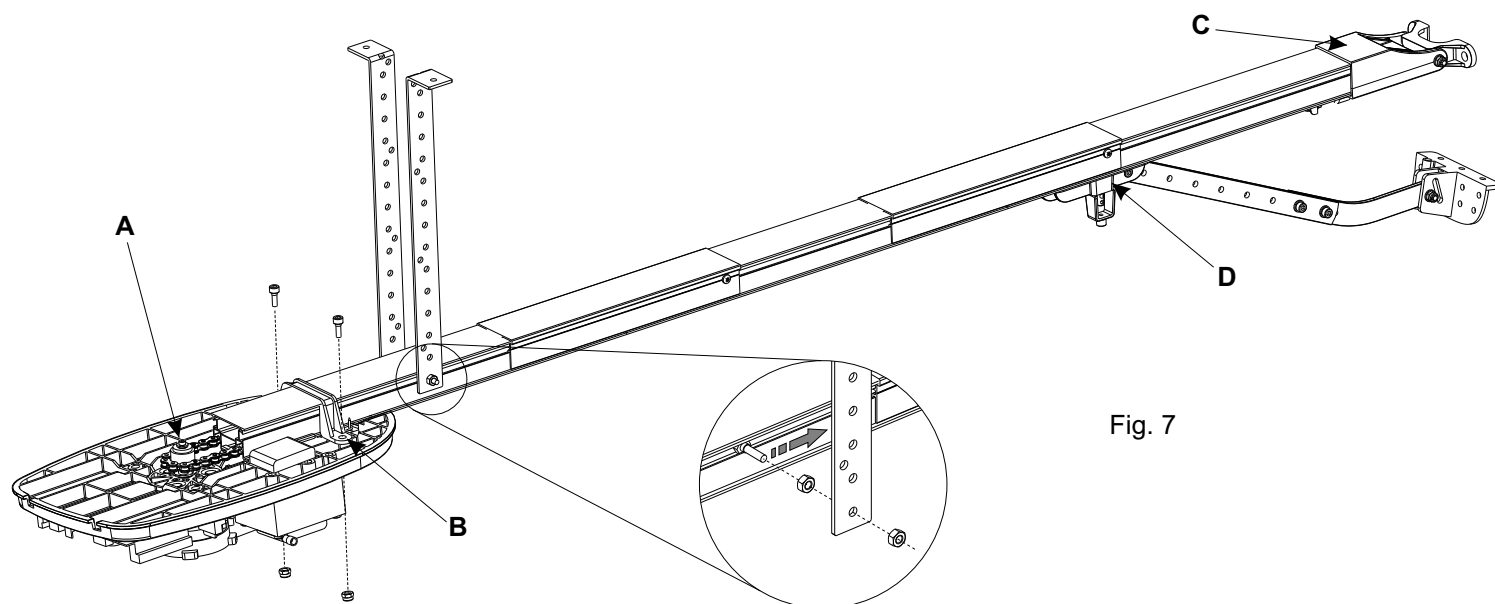

Fig. 7
NOTA: Dans Fig. 4 il y a une couple de vis insérée dans les fentes qui servira pour fixer le CORONA au plafond à l'aide des brides spéciales. (Voir Fig. 7).
- S'assurer que la chaîne est bien insérée sur le pignon du corps Corona S. (Fig. 7 - A)
- Porter à la battue la guide sur le corps Corona S et fixer la avec la bride spéciale. (Fig. 7 - B)
- Fixer sur l'autre extrémité de la guide le support de la jonction antérieure. (Fig. 7 - C)
**Important:** Il faut tenir toujours bien lubrifiée la chaîne et le support d'écurement (Fig. 7 - D).